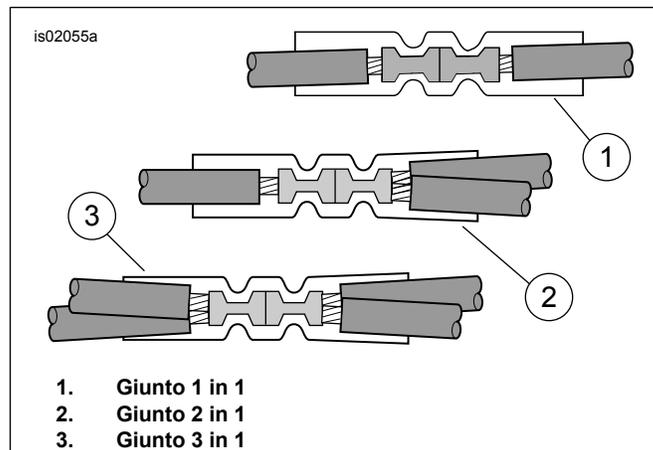

Figura 7. Configurazioni dei giunti
4. Vedere Figura 22. Prendere dal kit un connettore a giunto di testa a tenuta (3). Vedere Figura 7, la configurazione di giuntaggio "due in uno". Giuntare il conduttore di alimentazione del cablaggio della manopola riscaldata ai fili arancione/bianco del cablaggio principale, secondo le istruzioni dell'appendice del manuale di manutenzione.
6. Vedere Figura 22. Prendere dal kit un connettore a giunto di testa a tenuta (3). Vedere Figura 7, la configurazione di giuntaggio "uno in uno". Giuntare il conduttore di alimentazione del cablaggio della manopola riscaldata al filo dell'adattatore secondo le istruzioni dell'appendice del manuale di manutenzione.
3. Vedere Figura 22. Prendere dal kit un connettore a giunto di testa a tenuta (3). Vedere Figura 7, la configurazione di giuntaggio "due in uno". Giuntare il conduttore di alimentazione del cablaggio della manopola riscaldata ai fili tagliati arancione/bianco secondo le istruzioni dell'appendice del manuale di manutenzione.
- Vedere Figura 22. Prendere dal kit un connettore a giunto di testa a tenuta (3). Vedere Figura 7, la configurazione di giuntaggio "due in uno". Giuntare il conduttore di alimentazione del cablaggio della manopola riscaldata ai fili arancione/bianco del cablaggio principale, secondo le istruzioni dell'appendice del manuale di manutenzione.
- Inserire il fusibile da 2 A (12) del kit nella cavità del fusibile per chiudere il circuito.